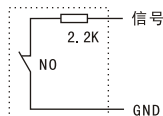
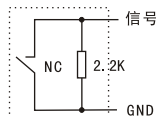

图 1
图 2
a. 在分机的背后有八组报警方式选择插针座，从左至右依次是：烟感、瓦斯、红外、门磁及四组自定义防区。这些插针座在安装时应根据连接情况作出适当的选择：不连接报警探头的插针应插上短路块，否则会一直报警；连接报警探头的插针应拔出短路块，否则不能正常处理警情。在报警探头中有些是开路报警NO式（无报警时控制触点常闭，报警时控制触点断开），有些是短路报警NC式（无报警时控制触点常开，报警时控制触点接通），当探头报警方式为NO式时，应在探头触点间串接一2.2K电阻(如图1)；当探头报警方式为NC时，应在探头触点间并接一2.2K电阻（如图2）。连接电阻时应将电阻连在靠近探头触点端，这样可使分机探头在遭到强行拆卸时能正常发出警报声。每组探头端口可接多个相同的探头监测多个地点，方法是：NO式探头报警触点串联连接（如图3）；NC式探头报警触点并联连接（如图4）。